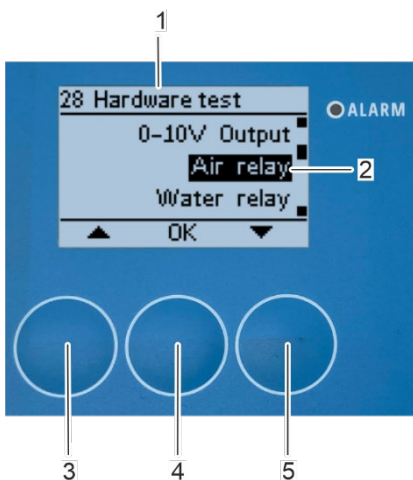

Abbildung 146: Öffnen Untermenü „Luftrelais“
⇒ Auf dem Bildschirm erscheint wieder das Untermenü "28 Hardwaretest" (Abbildung 146/1), das Luftrelais schließt und es strömt Druckluft aus der Druckluftdüse, sofern die elektrische und mechanische Installation korrekt ist.
5. Nach der Überprüfung des Druckluftrelais öffnen Sie das Untermenü "Luftrelais" (Abbildung 146/2) erneut mit [OK] (Abbildung 146/4).